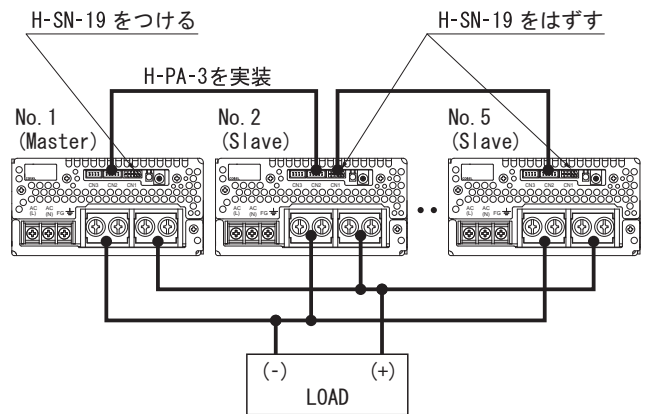

図 4.2 並列運転時の接続
■ 図 4.2 の配線をすることによって、並列運転が可能です。並列運転するすべての電源の±S、VB、CB どうしを接続し、マスター電源のCN1 で±S と±M を接続してください（工場出荷時に各電源のCN1 には専用ハーネス：H-SN-19 を実装しています）。スレーブ電源のCN1 に実装されている専用ハーネス：H-SN-19 をはずしてください。±S、VB、CB どうしの接続には、オプションパーツH-PA-3 をご利用ください。各電源の出力電流のばらつきは最大 10% 程度となりますので、出力電流の総和は下式で求まる値を超えない範囲でご使用ください。